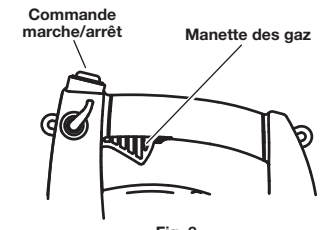

Fig. 8
REMARQUE : L'appareil devrait être démarré au ralenti. Ne pas presser sur la gâchette jusqu'à l'étape 8 (Fig. 8).
- Appuyez sur la commande Marche/Arrêt et maintenez-la en position ARRÊT (O) jusqu'à ce que le moteur s'arrête complètement (Fig. 8).